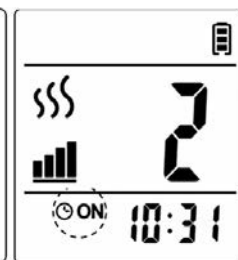

Abb. 3-4
4. Drücken Sie zur Bestätigung noch einmal die Taste **TIMER ON**. Die Timer-Einstellung ist abgeschlossen, und das Display zeigt wieder die aktuelle Uhrzeit mit dem Timer-Symbol an (siehe Abb. 3-4).